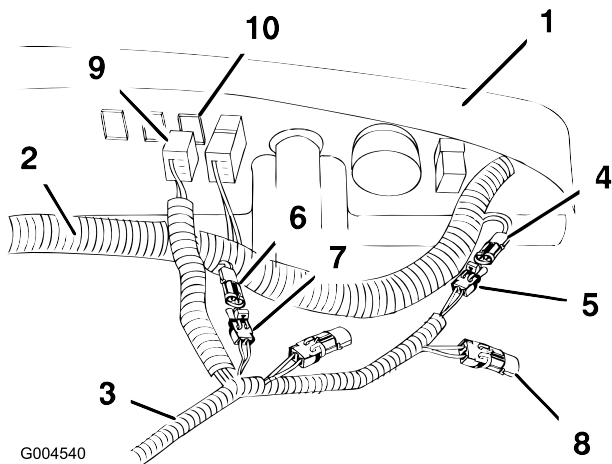

図 8
タに、アクセサリ用ハーネスを 図 8 のように接続する。
- スイッチ用のコネクタを、図 8 のようにダッシュボードのプラグの裏の位置におく。